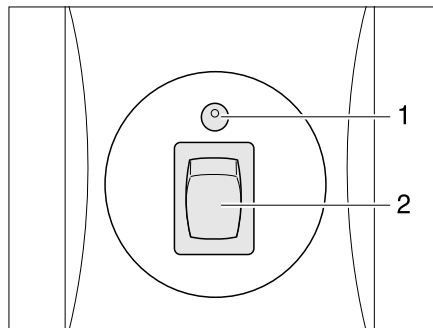

Bild 143 Bedieneinheit
An der Bedieneinheit (Bild 143) können nur die elektrischen Funktionen geschaltet werden. Die Haupt-Absperrventile der Gasflaschen müssen von Hand geöffnet werden.
Die Kontroll-Leuchte an der Bedieneinheit zeigt den Zustand der Gasanlage an. Wenn die Kontroll-Leuchte (Bild 143,1) grün leuchtet, ist die Anlage in Ordnung. Wenn die Kontroll-Leuchte rot blinkt oder leuchtet, liegt eine Störung vor. Die Gasversorgung ist unterbrochen.
- Anlage an der Bedieneinheit (Bild 143) einschalten. Dazu den Wippschalter (Bild 143,2) auf "I" stellen. Die Kontroll-Leuchte (Bild 143,1) blinkt gelb (Systemtest) und leuchtet dann grün.
- Den Wippschalter (Bild 143,2) auf "O" stellen. Die Kontroll-Leuchte (Bild 143,1) erlischt.